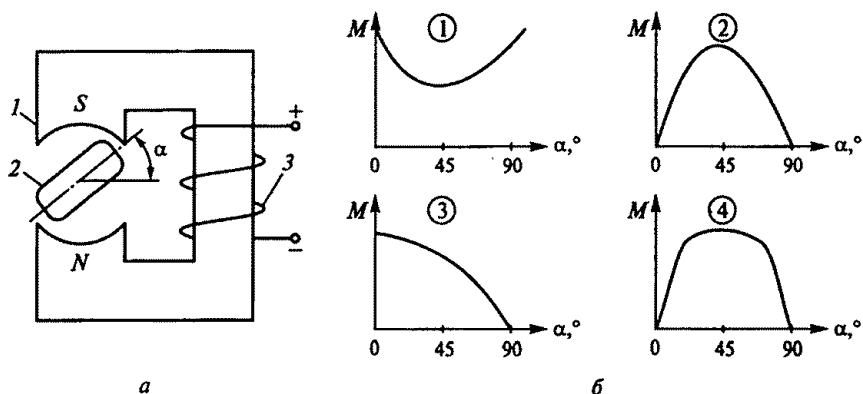

Рис. 63
2.39. Показанное на рис. 63, *а* устройство, состоящее из ферромагнит-
ного сердечника 1, поворотного ферромагнитного якоря 2 и обмотки 3, используется как элемент электромагнитного реле, шагового двигателя и т.п. Какой из четырех графиков на рис. 63, б правильно отображает зависимость момента M , действующего на якорь, от угла поворота якоря α ?